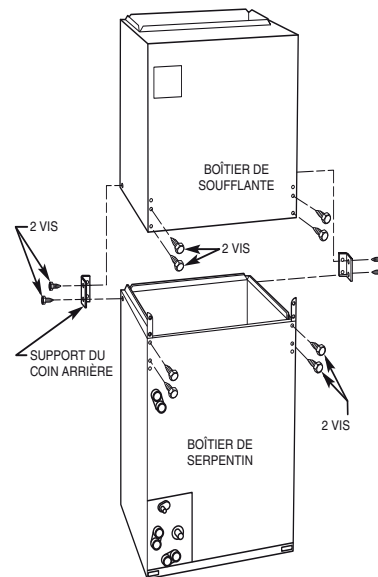

Figure 6 – Retrait des supports des appareils modulaires
**REMARQUE:** Les appareils modulaires peuvent être démontés et les composants déplacés séparément vers la zone d'installation pour le remontage. Ce processus réduit les difficultés éventuelles en cas de dimensions réduites des trous d'accès et des points d'entrée sur les sites d'installation (Fig. 6).